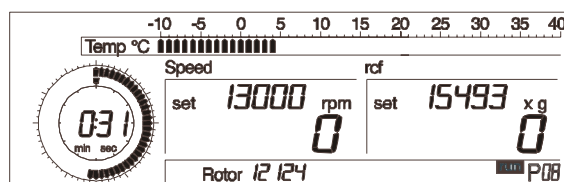

Abb. 5.22: Abrufen von Programmen;
- Drehen Sie den linken Drehknopf, bis im Anzeigenfeld "run" erscheint (siehe Abb. 5.22).